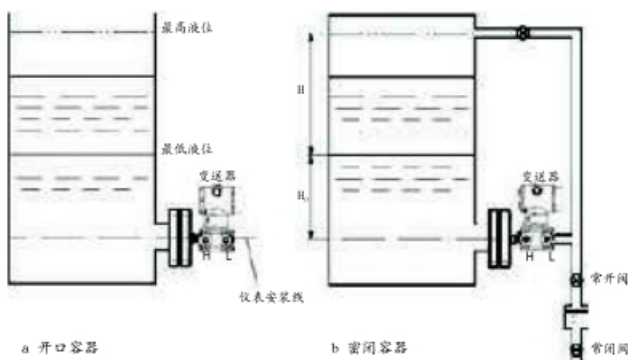

图5-5 用正迁移提高测量灵敏度
5.4.1.3 仪表带正迁移时用法(见图5-5)
仪表安装位置在最低液位以下时,用法如图5-5